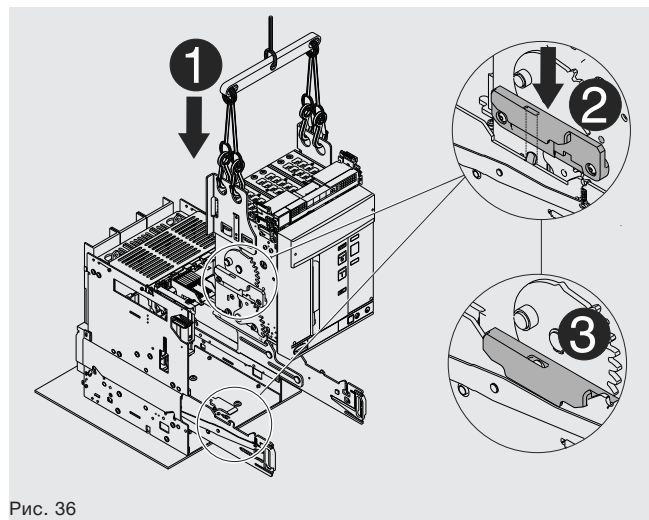

Рис. 36
3. Установите подвижную часть на направляющих фиксированной части. Закрепите ее при помощи фиксаторов, расположенных на боковой стороне направляющих фиксированной части. См. Рис. 36.